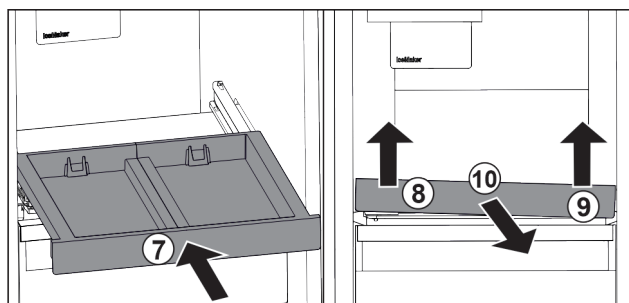

Fig. 35
- ▶ Inserire il ripiano estraibile. Fig. 35 (7)
- ▶ Sollevare il ripiano estraibile dalla parte anteriore a sinistra. Fig. 35 (8)
- ▶ Sollevare il ripiano estraibile dalla parte anteriore a destra. Fig. 35 (9)
- ▶ Rimuovere il ripiano estraibile tirandolo in avanti. Fig. 35 (10)